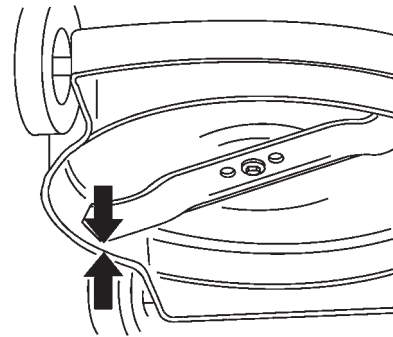

Figure 79
2. Mesurer la distance entre le bord inférieur du carter de la tondeuse et l'extrémité de la lame (Fig. 79). Faire tourner la lame à 180° et mesurer l'autre extrémité.